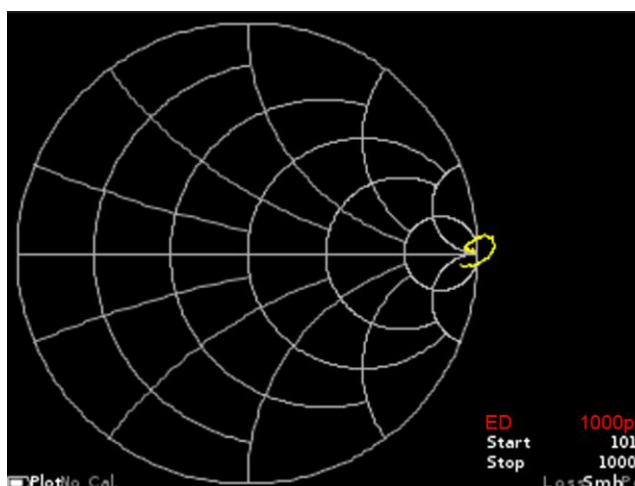

Рисунок 9.26 – Электрическая длина кабеля скомпенсирована
9.9.6. Вернитесь в режим отображения графиков Вольперта-Смита, фазы или полярной диаграммы. При необходимости точной подстройки времени компенсации, включите опцию Electrical delay tune mode, переведя слайдер и кнопками перемещения (8) произведите точную подстройку времени компенсации, при котором график на диаграмма Вольперта-Смита и полярной диаграмме стянется в окружность с минимальным радиусом, а график фазы станет горизонтальным (Рисунок 9.26).